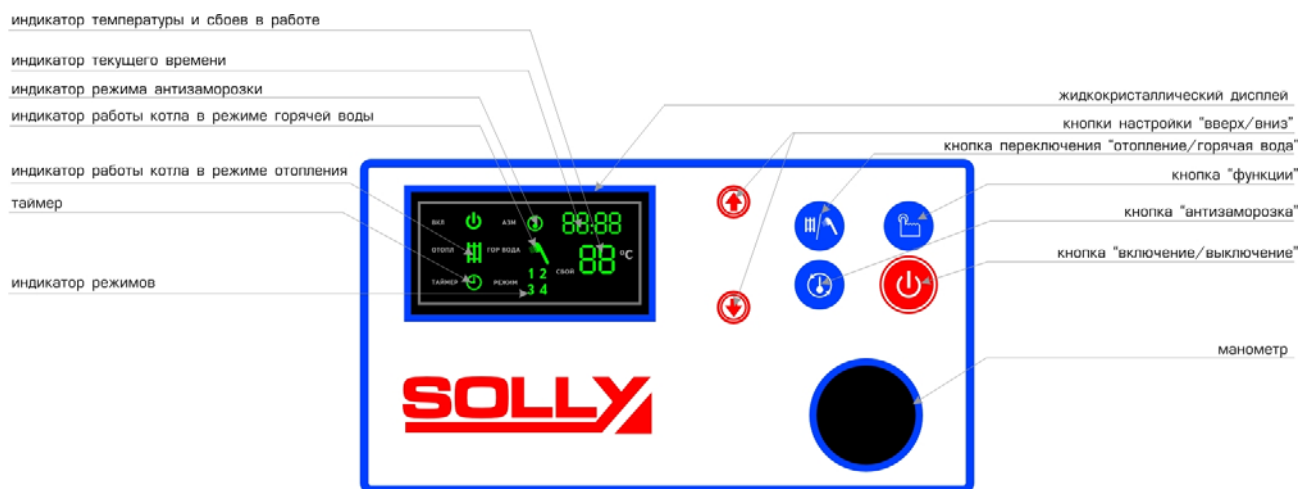

Рисунок 4
7.2 Запуск котла в режиме отопления (см. рис. 4):
7.3 Запуск котла в режиме горячего водоснабжения (см. рис. 4):
- Когда закончится отопительный сезон, переведите котел в режим горячего водоснабжения кнопкой режима работы (рис.4)
8.1 Настройка времени (см. рис. 4)
Для настройки программы достаточно выполнить следующие действия (см. рис.4):